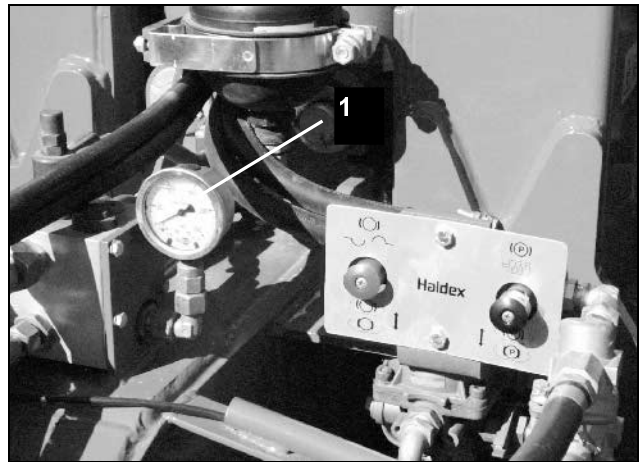

Fig. 36
- Manometern (Fig. 36/1) visar trycket i cylindern.